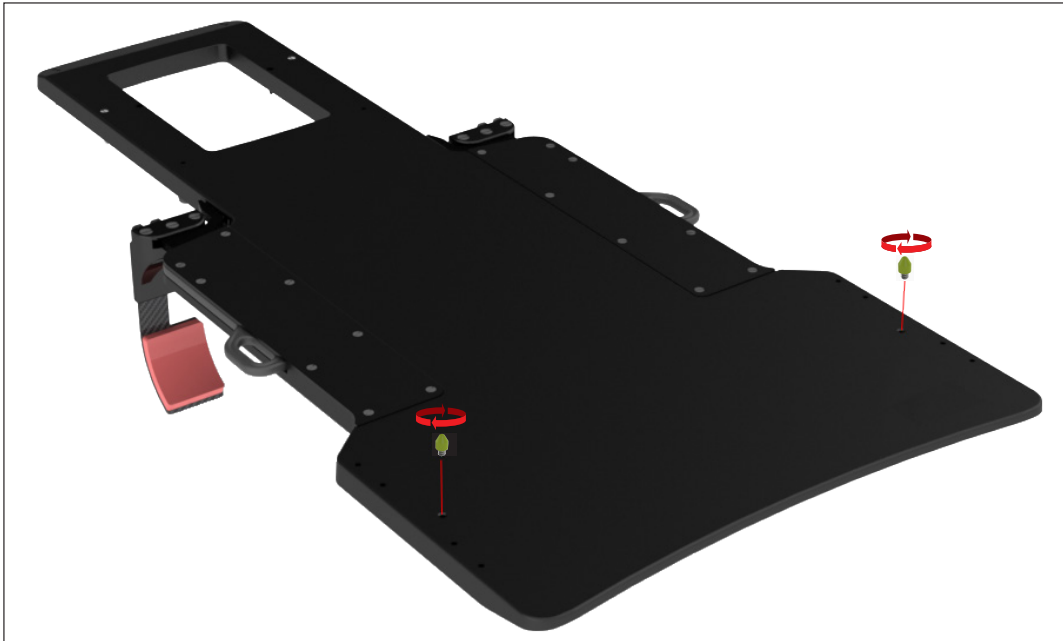

図4
1. 黄色いコーン型の位置決めアダプターをデバイス下部に直接取り付けます (取り付けは両側に1つずつ) (図4および5)。